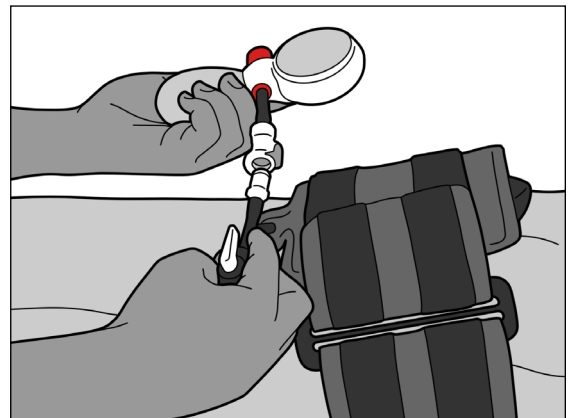

Figure 7
5. Raccorder la « Pièce de déconnexion rapide » de la pompe et la « Pièce de déconnexion rapide » de la vessie (Figure 7).